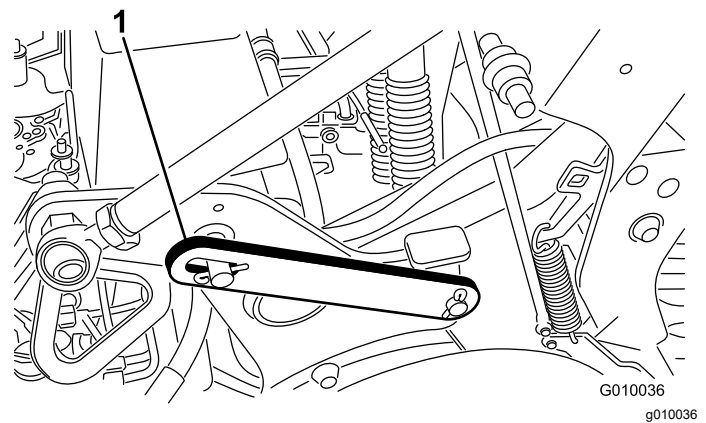

Figure 20
3. Retirez la goupille de blocage qui fixe le verrou de service en position de rangement (Figure 20).